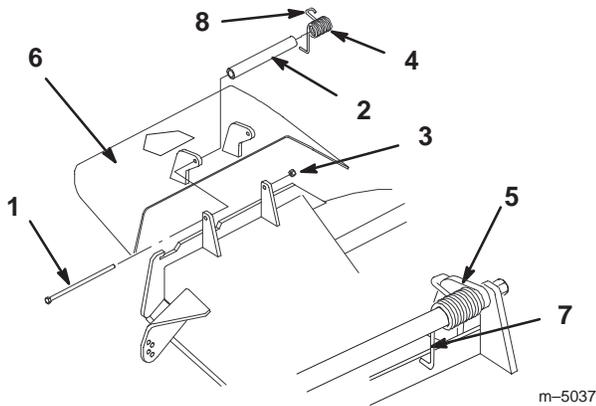

Bild 6
Hinweis: Achten Sie darauf, dass das L-förmige Federende hinter der Kante der Abdeckung installiert wird, bevor Sie die Schraube wie in Bild 6 gezeigt einsetzen.
3. Setzen Sie die Schraube und Mutter ein. Führen Sie das J-förmige Hakenende der Feder um das Ablenkblech (Bild 6).